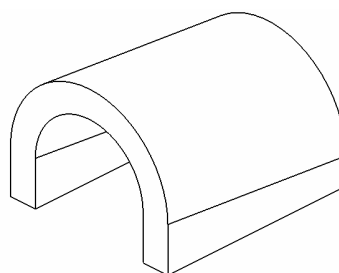
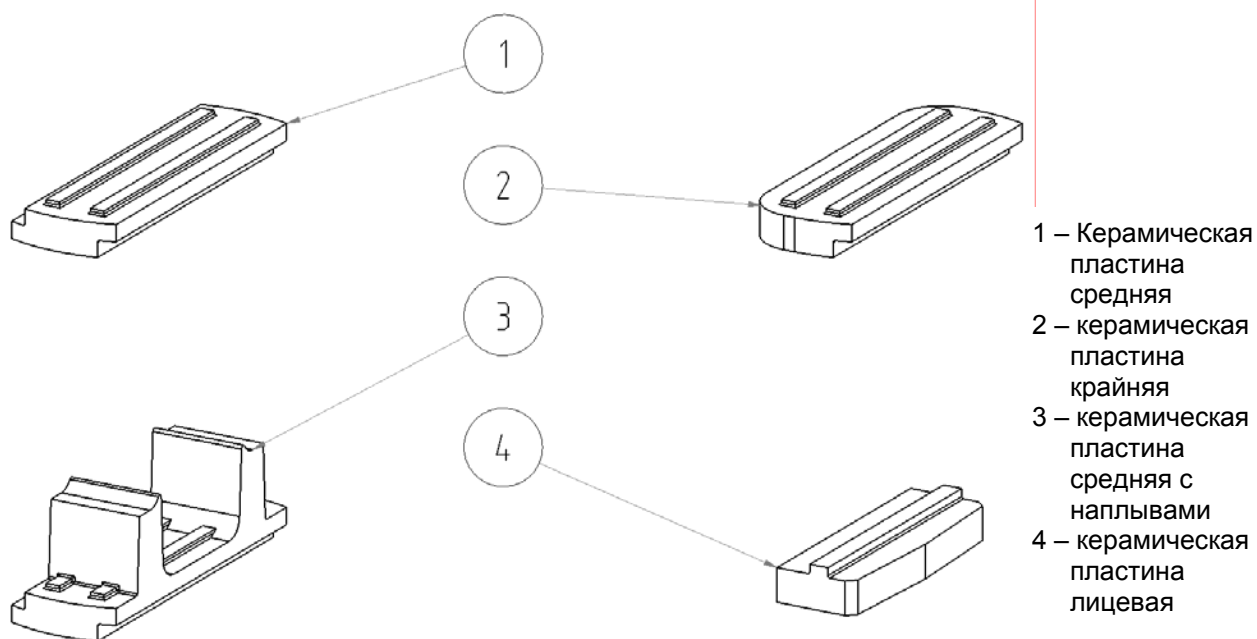
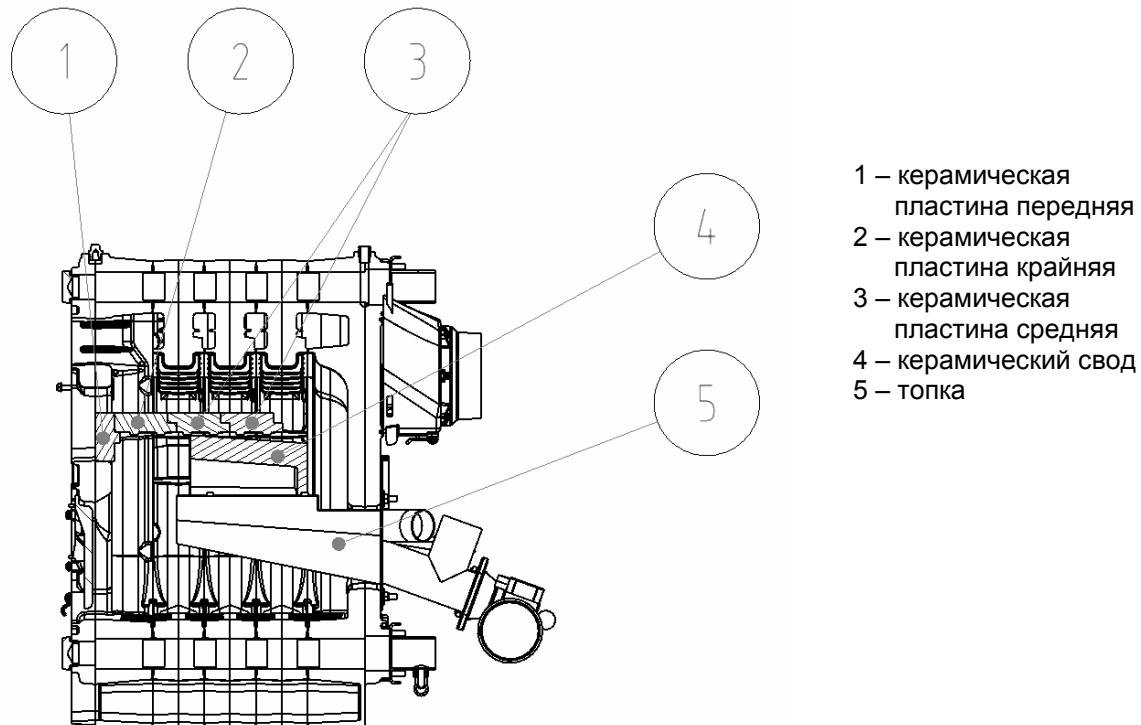

Рис. 11 Керамический свод для 5 и 10 секционный котел
Рис. 12 Форма керамических пластин
Рис. 13 Укладка керамических пластин в 5-секционный теплообменник
5. В камеру сгорания установить керамический свод (рис. 11) открытой частью вперед (см. Рис. 13 и 14). На боковые наплыва камеры сгорания установить керамические пластины (см. Рис. 13 и 14). Для котла VIADRUS HERCULES ECO существует 4 типа керамических пластин (см. таб. 3 и рис. 12). Установку керамических пластин произвести рис. 13 и 14. При установке керамических пластин необходимо следить за тем, чтобы пластины как следует легли на наплывы и замки пластин попали друг в друга. Возможные негерметичности можно исправить котловым герметиком с жаростойкостью 1200 °C (напр. ZWALUW) или жаробетоном.